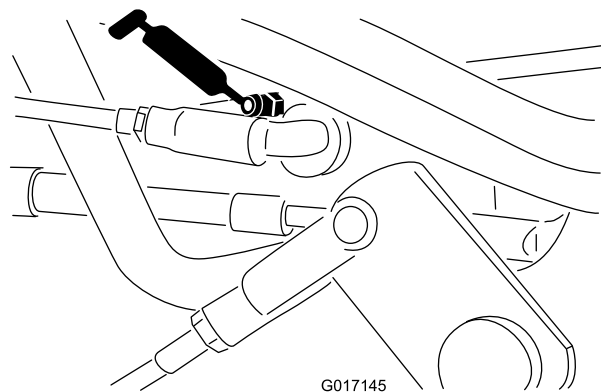
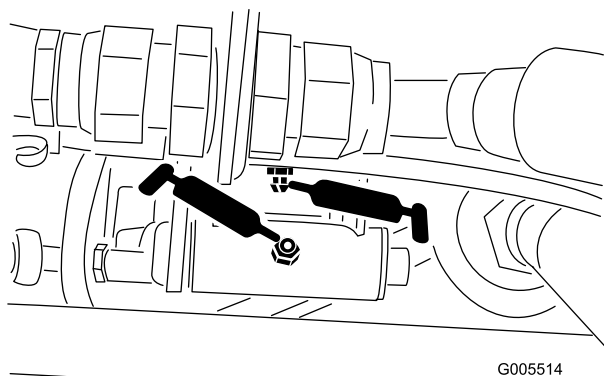

Figura 38
Figura 37
- Articulação do seletor de velocidade (Figura 37 e Figura 38)